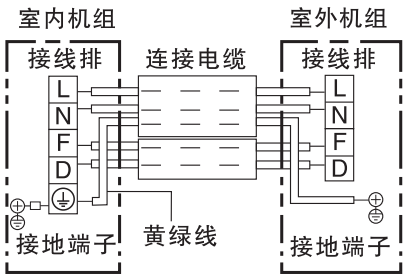

图14室内外电气接线图
- (1) 用附件⑨及⑪连接电缆按接线图示要求正确地连接室内外机组，绝对不可连接错误（如图14）。
- (2) 连接电缆必须用室内外机组上的电线压板压紧。
- 接地线必须根据图14所示用连接电缆中黄/绿色导线接至带有“⊕”标记的接线端子上。